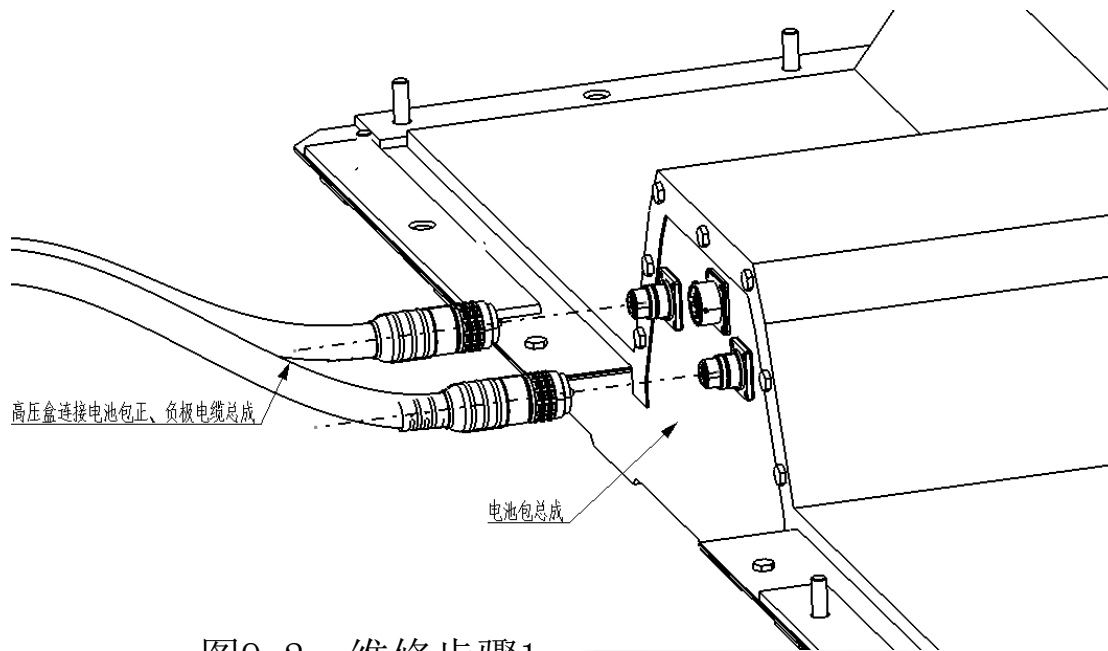

图9-2 维修步骤1
1、在上述维修须知事项确保以后，进行高压盒连接电池包正、负极电缆总成的拆卸。首先使用万用表确认高压盒连接电池包正、负极电缆输出端无电压（如有电压，务必停止作业）。再用举升机将车子举起，拆下高压盒连接电池包正、负极电缆总成的两个高压连接器（如图9-2所示）。